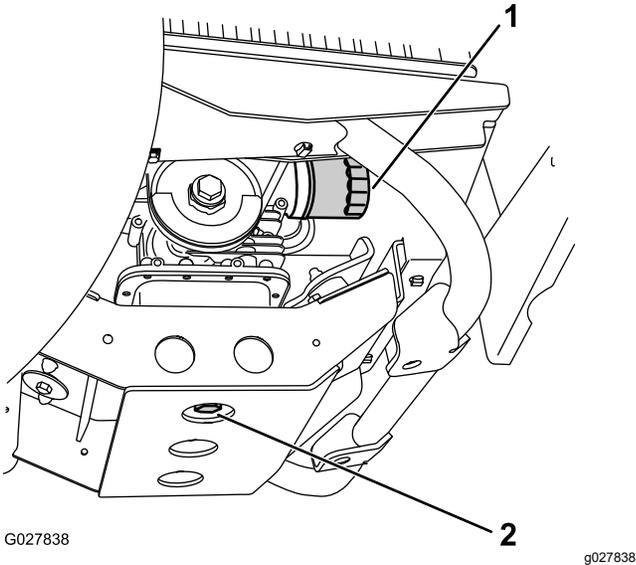

Рисунок 34
7. Подставьте под сливную пробку сливной поддон (Рисунок 34).
2. Снимите имеющийся масляный фильтр (Рисунок 34).
4. Наверните новый фильтр на переходник фильтра, пока прокладка не коснется монтажной пластины, затем затяните фильтр еще на $\frac{1}{2}$ – $\frac{3}{4}$ оборота (Рисунок 34).
8. Снимите пробку сливного отверстия (Рисунок 34).
9. Установите пробку сливного отверстия и уплотнение (Рисунок 34) и затяните пробку с моментом 45–53 Н·м.